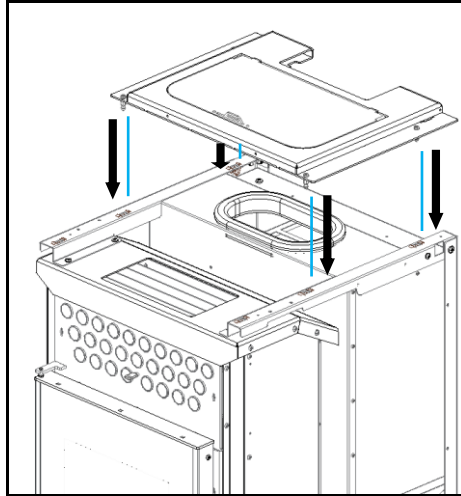

Figura 86 – Colocación tampón superior
a) Colocar la cabeza superior como se muestra en la Figura 86. Para asegurar que la tapa se coloca correctamente, contiene cuatro pasadores en la parte inferior que deberían participar los resortes que se encuentran en la estructura.